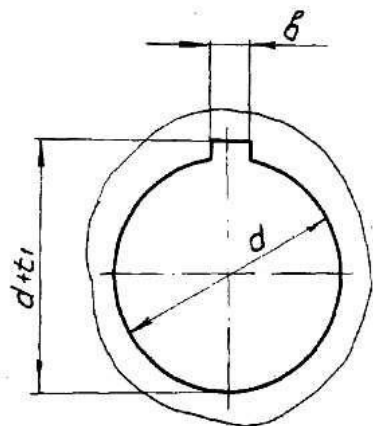

Рис. 4. Гладкое посадочное отверстие.
4.2. При монтаже втулка муфты жестко связывается с ведущим (ведомым) валом при помощи шлицев или шпонки (рис. 4). Держатель бесконтактной муфты крепится при помощи винтового соединения (отверстие  $d_1$ , рис.2).